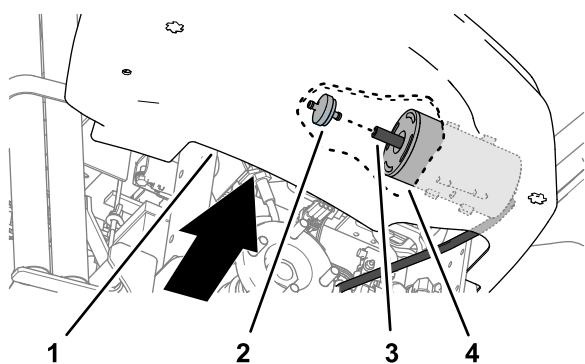

Рисунок 32
на конце бачка с активированным углем (Рисунок 32).
5. Вставьте новый фильтр бачка с активированным углем в шланг на конце бачка с активированным углем (Рисунок 32).